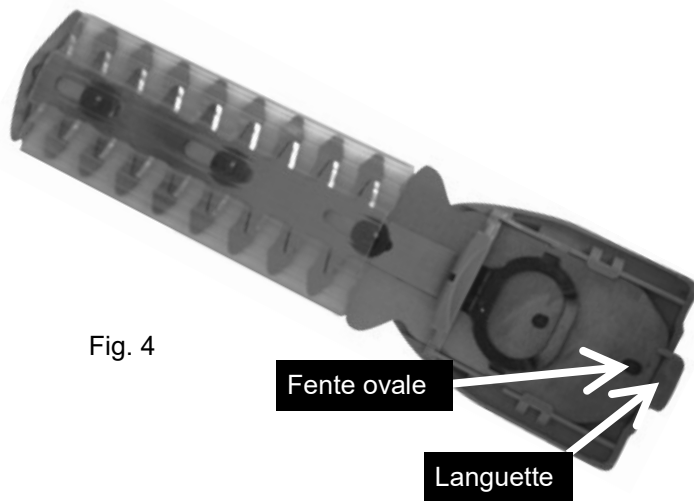

Fig. 4
3. Pour fixer la lame du coupe-arbrisseaux, glissez la languette (voir Fig. 4) dans la fente (voir Fig. 5) située dans le logement. Alignez la goupille d'engrenage (voir Fig. 5) avec la fente ovale (voir Fig. 4) sur la lame de manière à les faire correspondre avec précision. Poussez la plaque de protection de la lame vers le haut (voir Fig. 6) jusqu'à entendre le déclic de fermeture. La plaque de protection de la lame se fixera de manière sécuritaire à l'unité au démarrage.